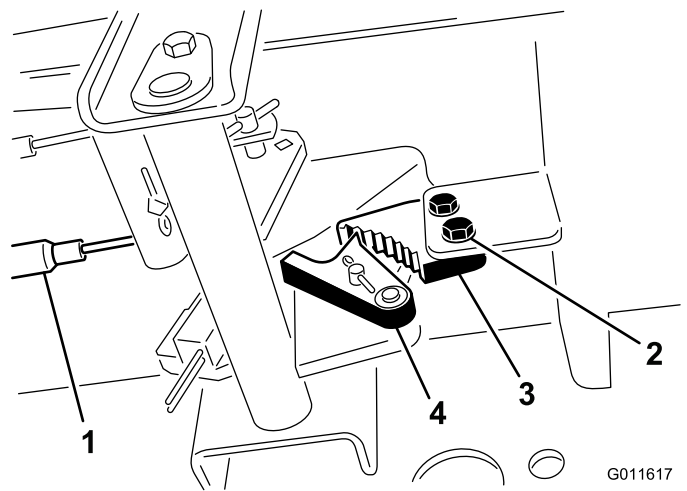

Figura 76
1. Afloje los 2 tornillos que fijan el trinquete del freno de estacionamiento al bastidor (Figura 76).
2. Pise el pedal del freno de estacionamiento hacia adelante hasta que la uña se engancha a fondo en el trinquete del freno (Figura 76).